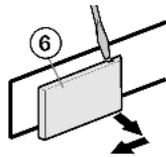

Fig. 6
- ▶ Détacher le cache côté poignée *Fig. 6 (6)* à l'aide d'un tournevis, puis le retirer en le tirant vers l'extérieur.